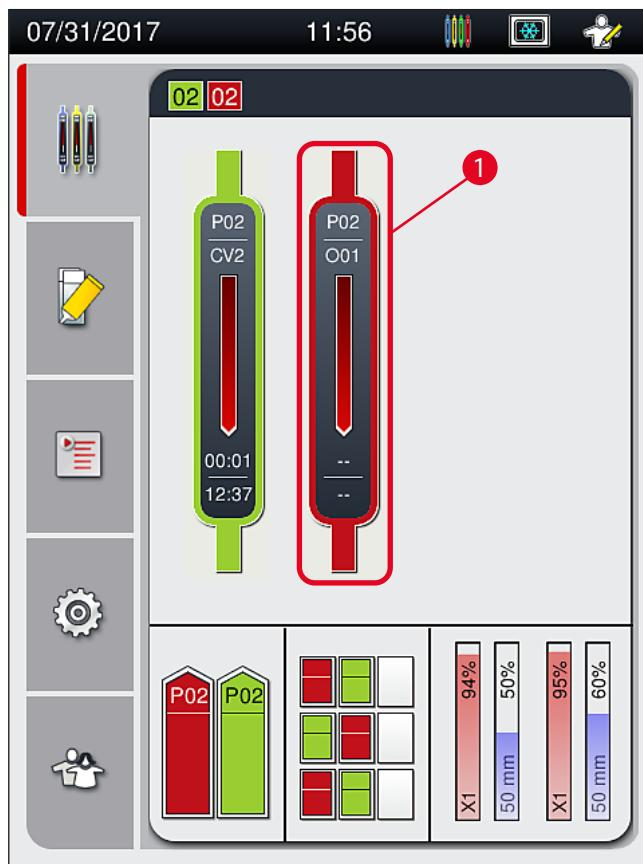
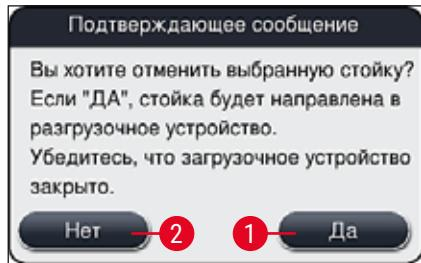

Рис. 78
Рис. 80
- ① Отмена процесса заключения под покровное стекло возможна только в окне состояния процесса (→ Рис. 78).
При нажатии кнопки **Отм.штатив** (→ Рис. 79-1) на экране появляется информационное сообщение (→ Рис. 80). Нажмите кнопку **Да** (→ Рис. 80-1) для подтверждения отмены или кнопку **Нет** (→ Рис. 80-2) для возвращения в окно состояния процесса (→ Рис. 78).